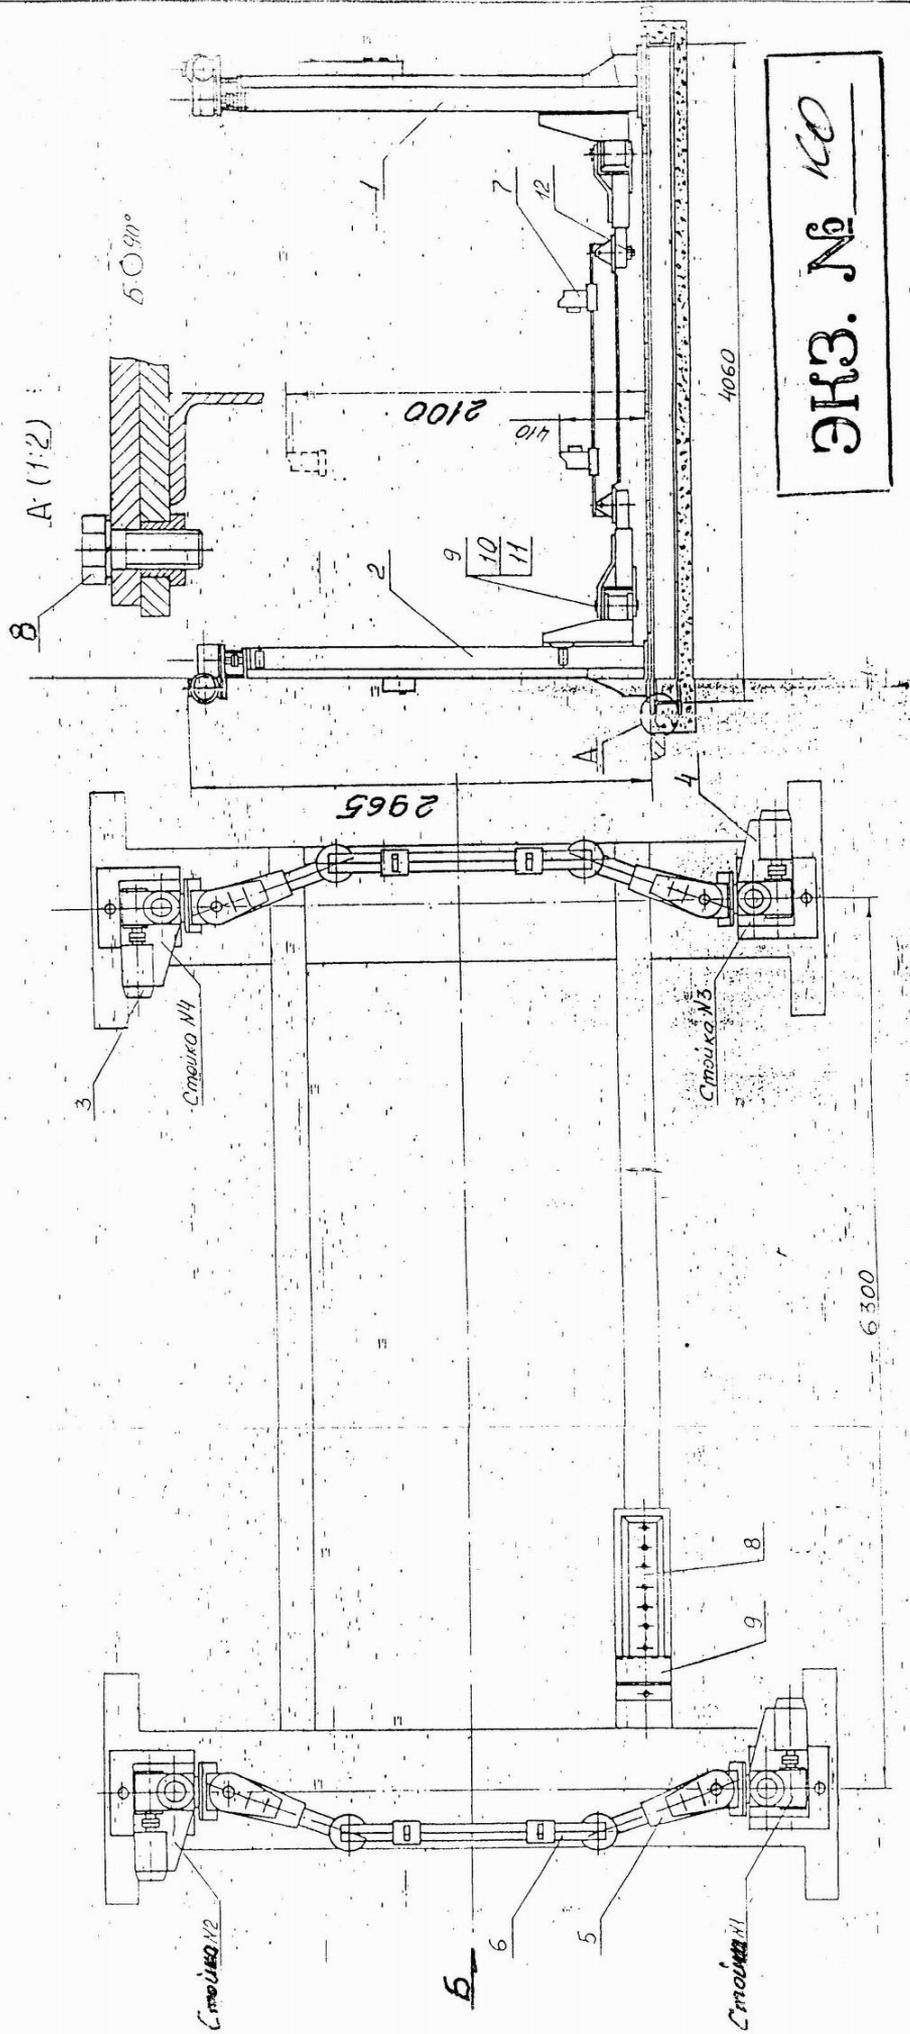

Рис. 1 Подъемник П. 16. Общий вид
6.3.10. Установить на каретки балки поворотные (рис. 1). Вставить в проушины балок и кареток оси 9. Оси застопорить пластинами 10, завернув болты 11. На балки поворотные установить балки поперечные 6, закрепив их гайками 12.